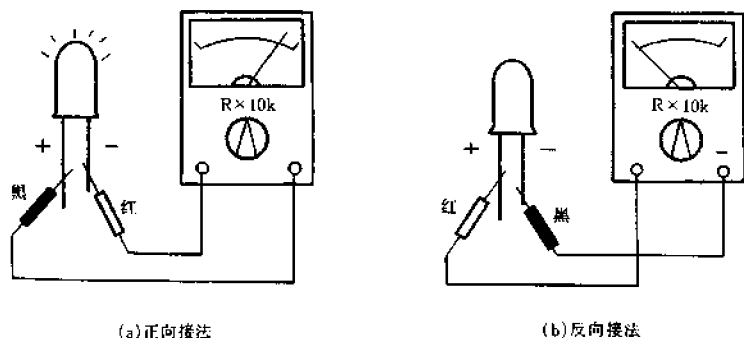

图 4-100 用万用表  $R \times 10\text{k}$  挡判断 LED 管电极
(1) 目测判别。发光二极管的管体一般都是用透明塑料制成的,所以,可以用眼睛观察来区分它的正、负电极。将管子拿起置于较明亮处,从侧面仔细观察两条引出线在管体内的形状,较小的一端是正极,较大的一端是负极。此外,较长的引脚通常是正极,而较短的引脚是负极。
(2) 用万用表判别。发光二极管的开启电压为  $2\text{V}$ ,而万用表  $R \times 1\text{k}$  挡及其以下各电阻挡的电池电压仅为  $1.5\text{V}$ ,低于发光二极管的开启电压,所以无论正向接入还是反向接入,管子都不可能导通,也就无法检测判断。因此,用万用表检测发光二极管时,必须要使用  $R \times 10\text{k}$  挡。置此挡时,表内接有  $9\text{V}$  或  $15\text{V}$  高压电池,测试电压高于管子的开启电压,当正向接入时,能使发光二极管导通。检测时,将两表笔分别与发光二极管的两引脚相接,如果万用表指针向右偏转过半,同时管子能发出一微弱光点(需仔细观察),表明发光二极管是正向接入,此时黑表笔所接的是正极,而红表笔所接的是负极,见图 4-100(a)。接着再将红、黑表笔对调后与管子的两引脚相接,这时为反向接入,万用表指针应指在  $\infty$  位置不动,见图 4-100(b)。如果不管正向接入还是反向接入,万用表指针都偏转某一角度甚至为  $0\Omega$ ,或者都不偏转,则表明被测发光二极管已经损坏。